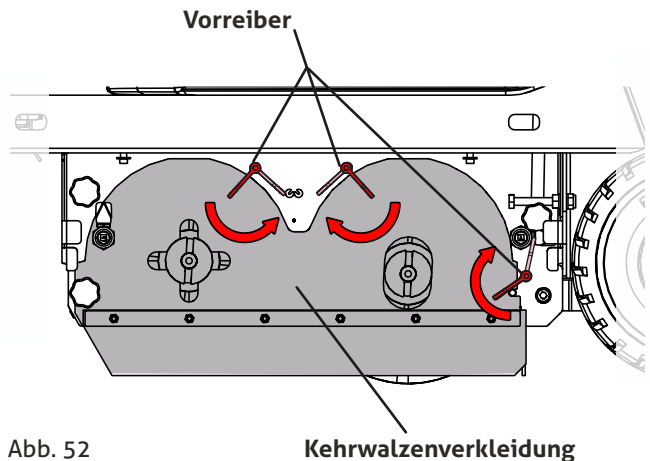

Abb. 52
- Kehrwalzenverkleidung abnehmen (Abb. 52) indem die Vorreiber gelöst werden